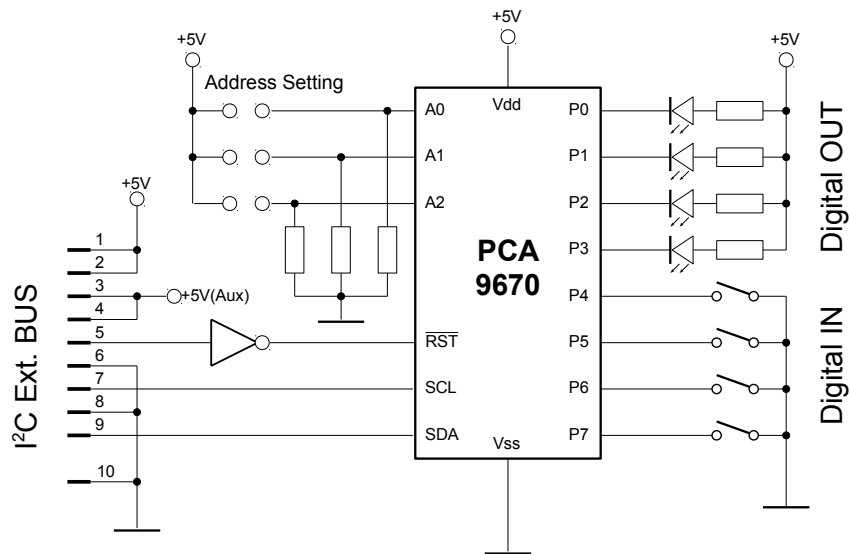

Fig. 11: Schema di principio scheda I/O con PIO I²C
1. Utilizzare un PIO I²C di mercato (vedi Fig. 11) e gestire l'accesso alla periferica utilizzando la funzione SysI2CWrRd.